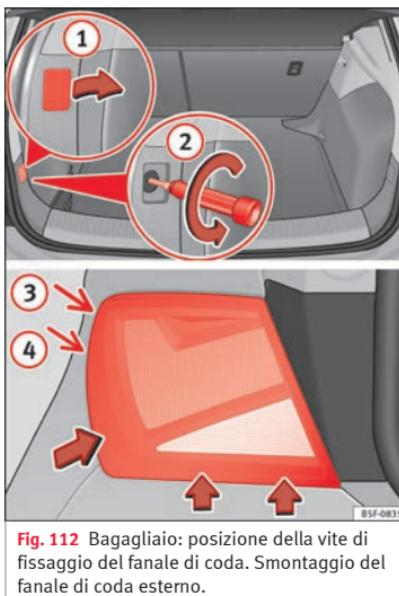

Fig. 112 Bagagliaio: posizione della vite di fissaggio del fanale di coda. Smontaggio del fanale di coda esterno.
- Sollevare la copertura facendo leva con l'estremità piatta di un cacciavite nell'apposita rientranza e togliere la copertura dall'apertura »» **fig. 112 ①**.
- Svitare con cautela la vite sottostante dopo averla allentata in senso antiorario con un cacciavite (freccia) »» **fig. 112 ②**.
- Ruotare il fanale della direzione indicata dalle frecce fino a che esce dal proprio alloggiamento (posizioni ③ e ④) »» **fig. 112**.